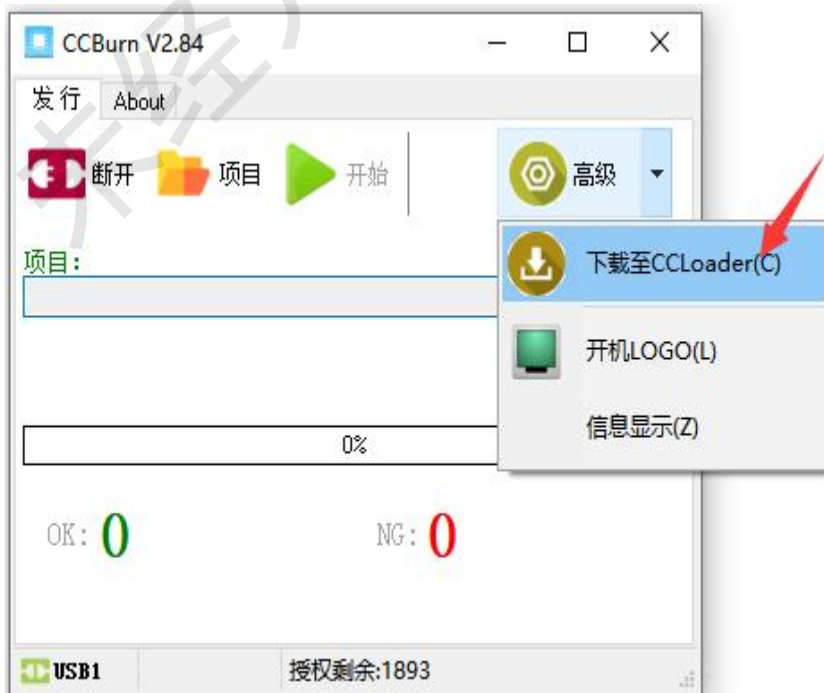

图 5-25
5. 选择“高级”下拉菜单，选择“下载至 CCLoader (C)”选项，即可将算法文件烧录至 CCLoader 开发板中，如图 5-25 所示。